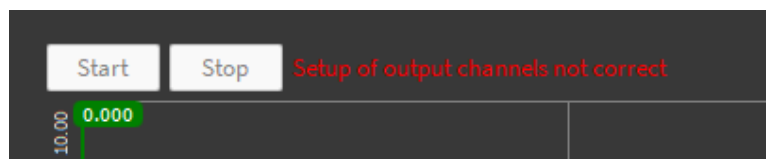

Abb. 4.15: Warnung im Stream Output Instrument
**Bemerkung:** es können hier nur Kanäle ausgewählt werden, welche auch den StreamOutput Modus in den Kanaleinstellungen ausgewählt haben. Sollte dieser Modus nicht ausgewählt sein, erscheint eine Warnung im Instrument wie in Abb. 4.15 dargestellt. In diesem Fall öffnen Sie die Kanaleinstellungen des Kanals und überprüfen Sie den Modus.